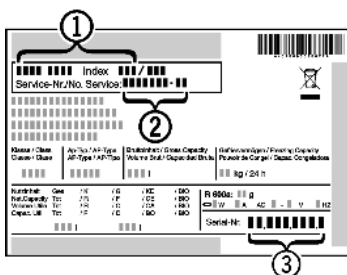

Fig. 19
- ▶ Produktbetegnelse Fig. 19 (1), servicenr. Fig. 19 (2) og serienr Fig. 19 (3) finner du på typeskiltet. Typeskiltet sitter på venstre side inne i enheten.
- ▶ Kontakt kundeservice, beskriv feilen og angi produktbetegnelse Fig. 19 (1), servicenr. Fig. 19 (2) og serienr Fig. 19 (3).